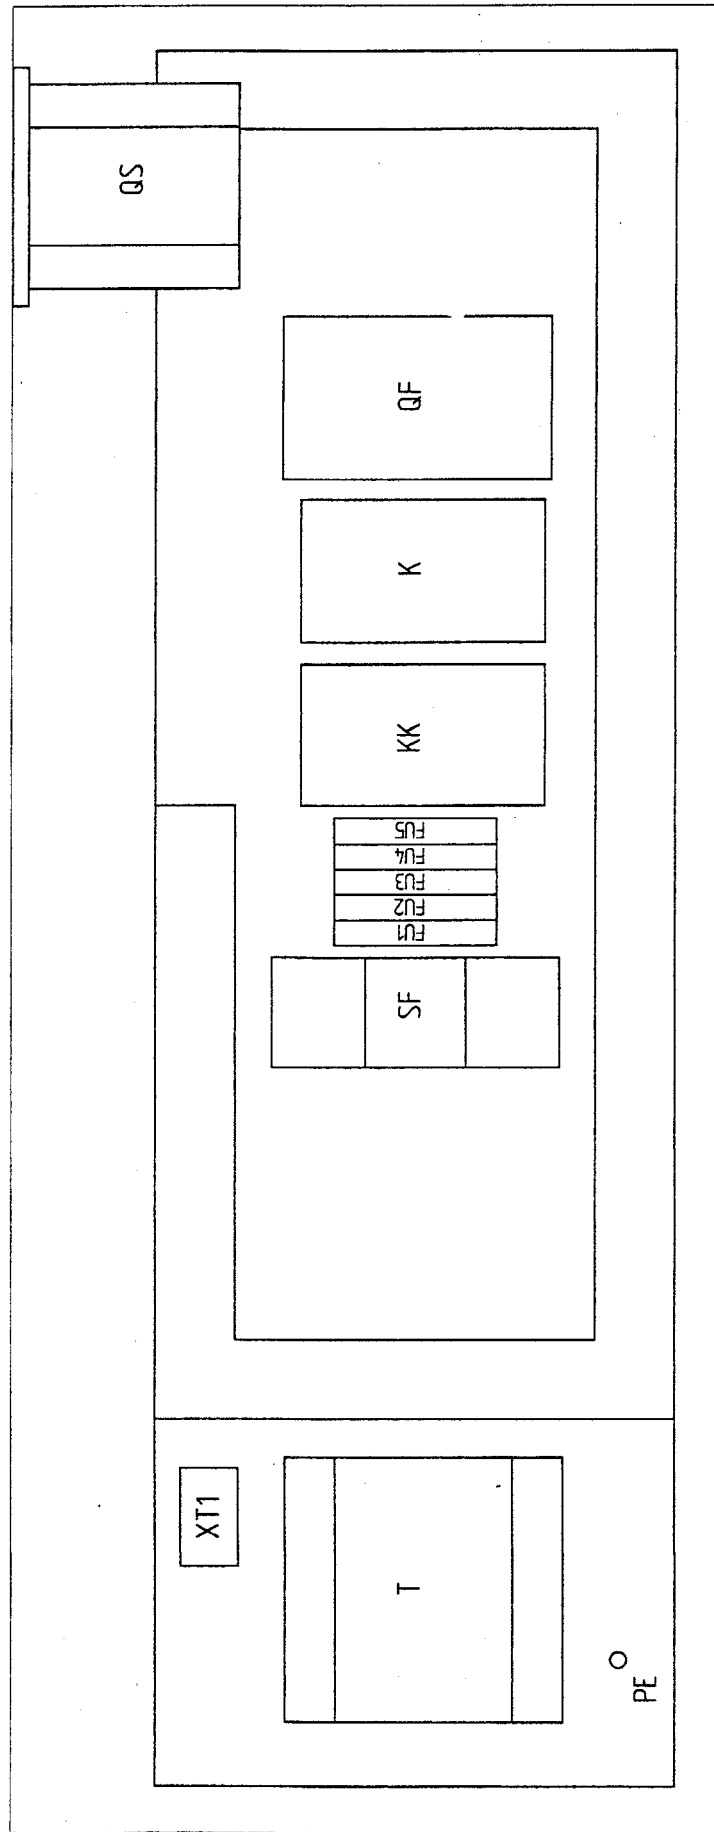

Рис. 8
- 14 — Шкаф с электроаппаратурой (см, рис. 1 или 2) — представляет собой короб закрытого типа с установленной платой, на которой смонтирована пуско — регулирующая аппаратура и устройства защиты (блок — схема см. рис. 8), доступ к которым осуществляется путем демонтажа верхней панели корпуса и крышки шкафа.
3. Плавкие предохранители FU1 — FU5 — (см. рис. 8) защита цепей управления и сигнализации;